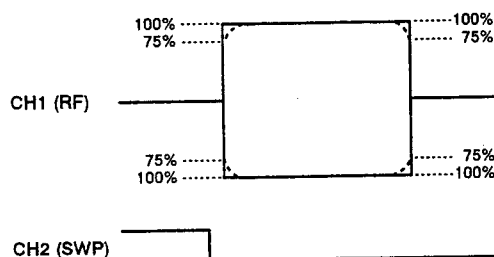

Fig. 6-4
- 3) Check that the flatness of the RF waveform is 75% or more (the level is 200 to 250 mV) as shown in Fig. 6-4.
- 3) 図6-4のように、RF波形の平坦度が75%以上 (レベルは200 ~ 250mV位) あることを確認する。